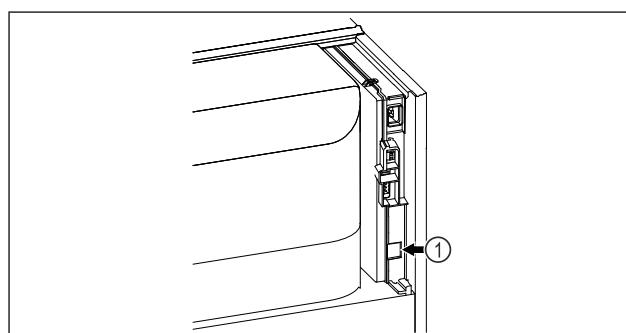

Fig. 127
- SmartModule Fig. 127 (1) je nasadený.